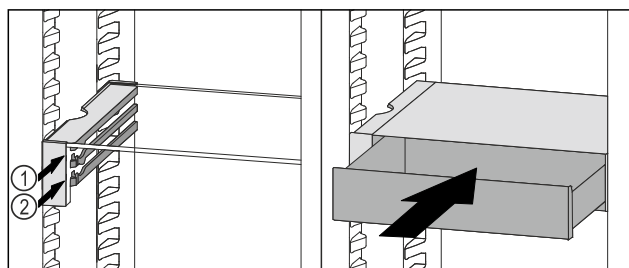

Fig. 102
- ▶ 将 VarioSafe 抽屉放置在所需肋梁 Fig. 102 (1) 或 Fig. 102 (2) 上的止挡器后面。